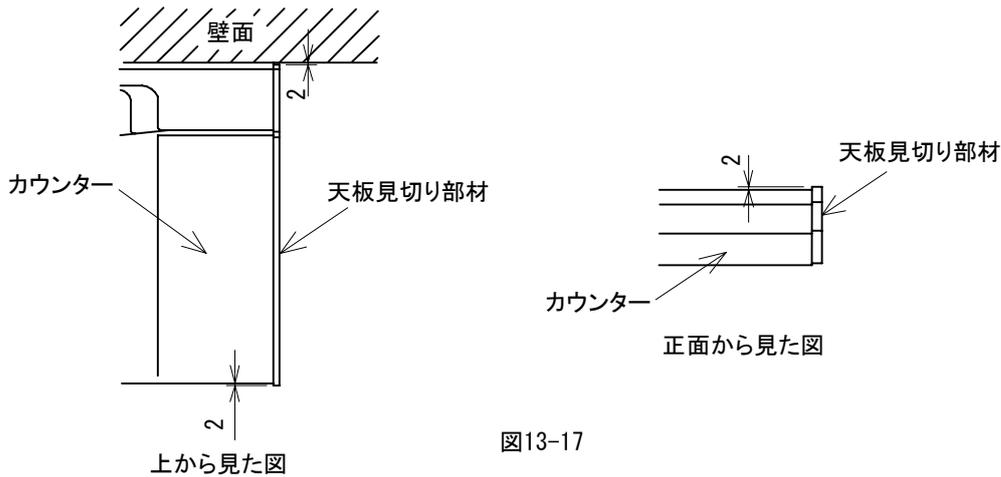

図13-17
- ② カウンターとの段差が2mmになるように天板に見切り部材を貼付けてください。(図13-17)